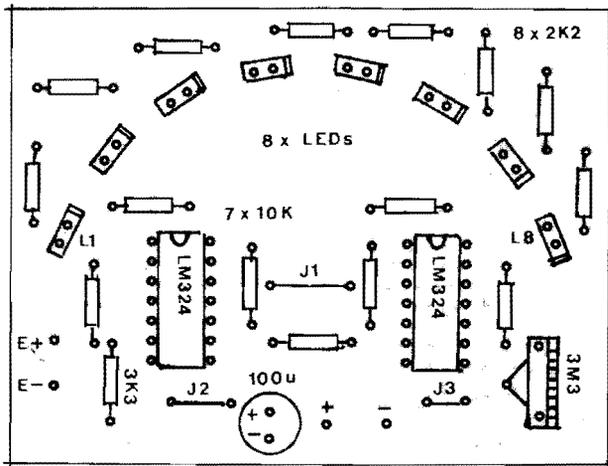
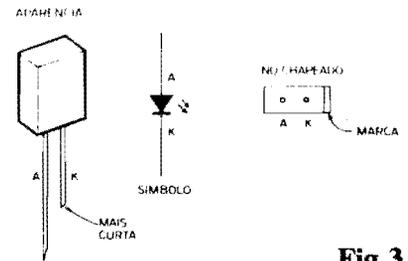

Fig. 4
Fig. 3
- FIG. 3 - DETALHANDO OS LEDS RETANGULARES E SUA ESTILIZAÇÃO NO "CHAPEADO"... - Apenas para um "desenho" mais elegante e funcional no arco de 8 LEDs, recomenda-se que estes sejam de formato **retangular** (embora tecnicamente nada impeça que os ditos cujos tenham formato redondo, quadrado, triangular, o que o Leitor quiser...). Para facilitar a interpretação dos próximos desenhos, a figura traz a aparência, pina-
- FIG. 4 - "CHAPEADO" DA MONTAGEM - Os componentes principais, vistos em suas posições definitivas sobre a face não cobreada do Impres- so... Observar principalmente as orientações dos dois Integrados (ambos com suas extremidades marcadas viradas para o "arco" dos LEDs...), os LEDs, todos com seus "lados de catodo" marcados (rever fig. 3) e o capacitor eletrolítico (com sua polaridade de terminais indicada...) Atenção ainda a alguns pontos **importantes** a presença dos três **jumpers** (simples pedaços de